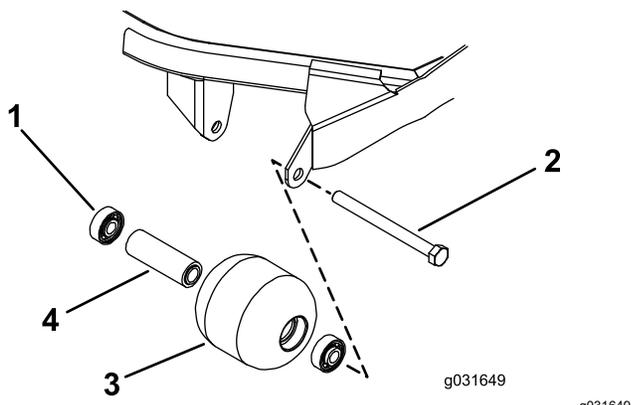

Figura 71
- Retire o parafuso de montagem do rolo (Figura 71).
4. Verifique se a estrutura dos rolamentos, os rolamentos e o espaçador de rolamentos estão danificados (Figura 71).
1. Empurre só a calha externa ou, então, exerça o mesmo tipo de pressão nas calhas interna e externa, e empurre o primeiro rolamento para a estrutura do rolamento (Figura 71).
2. Coloque o espaçador (Figura 71)
3. Empurre só a calha externa ou, então, exerça o mesmo tipo de pressão nas calhas interna e externa, e empurre o segundo rolamento para a estrutura do rolamento até entrar em contacto com o espaçador (Figura 71).